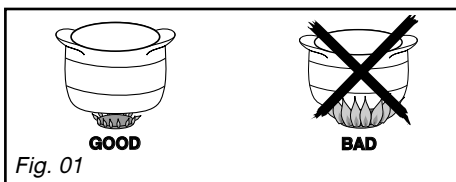

Fig. 01
– Ajuste a coroa das chamas de modo a que estas não excedam o contorno do recipiente (Fig. 01).